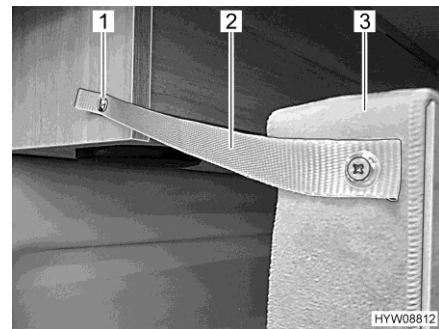

Bild 56 Sicherung hinten
- Bett (Bild 56,3) mit Sicherungsband (Bild 56,2) und Druckknopf (Bild 56,1) am Dachschränk befestigen.
- Druckknopf (Bild 56,1) am Dachschränk lösen.